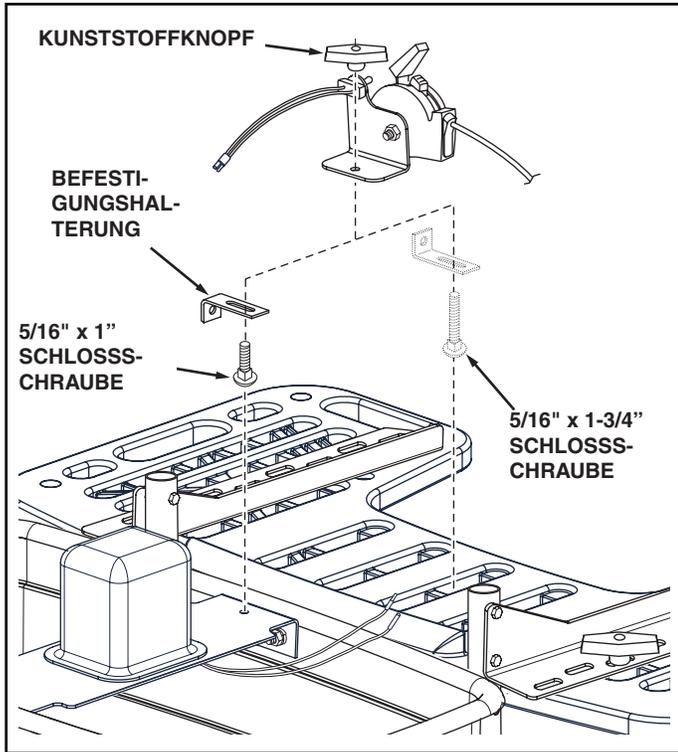

ABBILDUNG 12
17. Bringen Sie den Fließregler mit der 5/16" x 1" Schlossschraube, einer Befestigungshalterung und einem Kunststoffknopf an der Motorträgerhalterung am Streuer an. Siehe Abbildung 12.